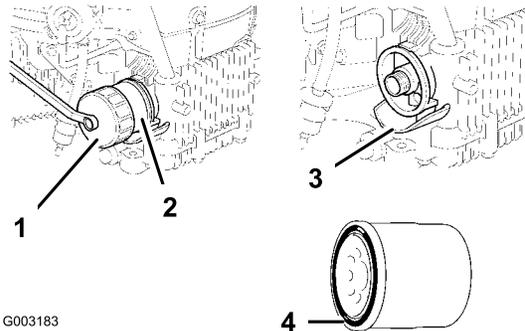

Figure 28
9. Changez le filtre à huile au besoin (Figure 28).
2. Enlevez le filtre usagé avec une clé pour filtres à huile. Essuyez la surface de montage du filtre (Figure 28).
3. Appliquez une fine couche d'huile propre sur le joint en caoutchouc du filtre de rechange (Figure 28).
4. Montez le filtre à huile de rechange sur la base à la main. Tournez le filtre dans le sens horaire jusqu'à ce que le joint rejoigne l'adaptateur, puis donnez 7/8 tour supplémentaire (Figure 28). Couple de serrage du filtre à huile : 20-24 Nm